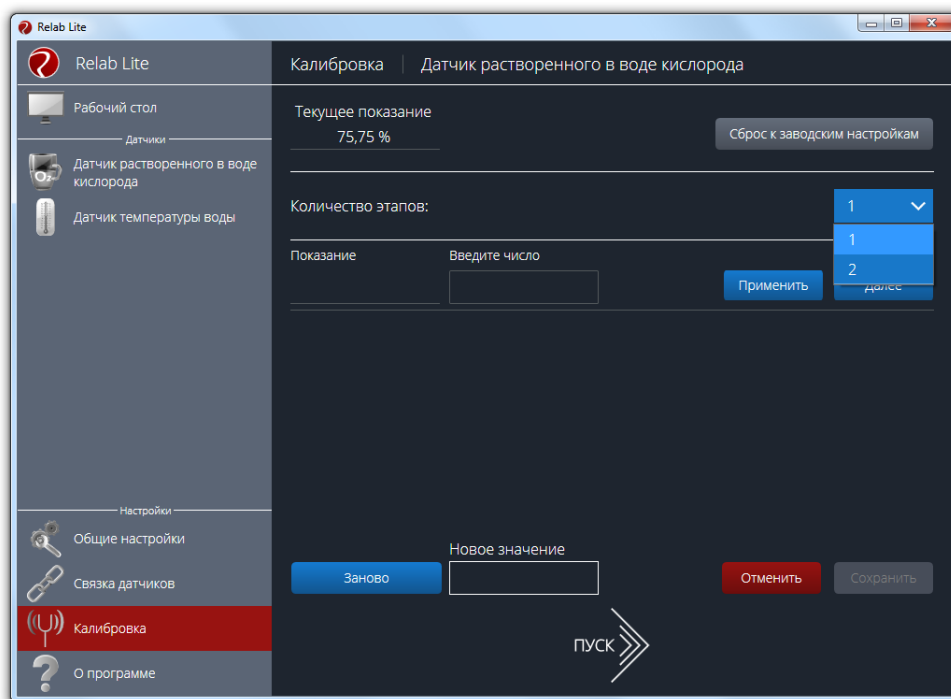

Рисунок 4 – Выбор количества этапов калибровки
- 7) Если пароль введен верно, на экране появится окно калибровки датчика (рис. 4). С помощью выпадающего списка в меню «Количество этапов» необходимо выбрать число калибровочных растворов, на основании которых будет производиться калибровка параметров датчика (в данном случае 2).